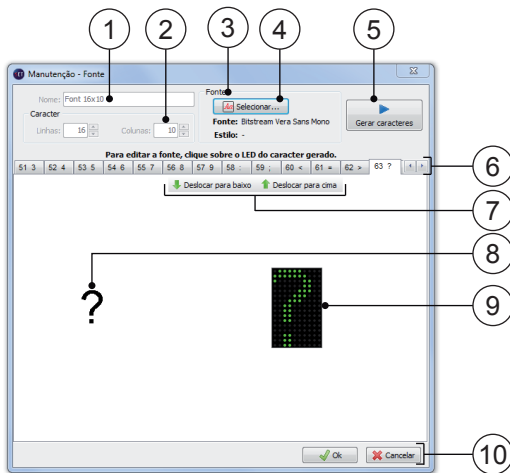

Figura 35 - Cadastro da fonte
-  Inclui uma nova fonte. Abre a tela de cadastro da fonte (Figura 35).
-  Altera a fonte selecionada. Abre a tela de cadastro da fonte (Figura 35).
Na Figura 35 é mostrada a tela de cadastro da fonte.